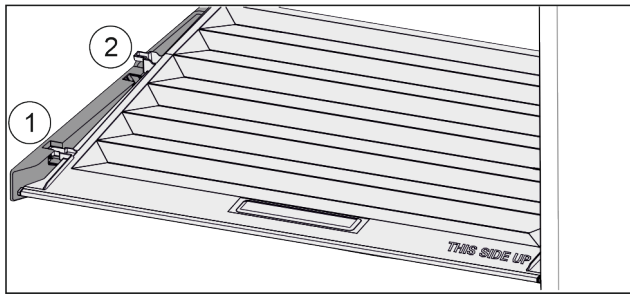

Fig. 102
- ▶ Deckel bis zur Öffnung in den Halteteilen nach vorne ziehen Fig. 102 (1).
- ▶ Hinten von unten anheben und nach oben wegnehmen Fig. 102 (2).